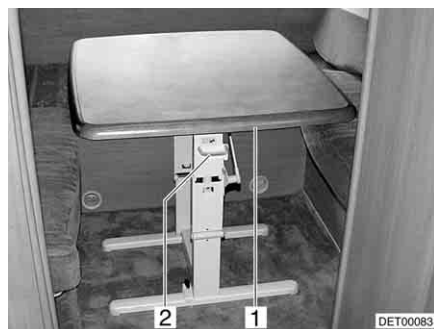

Fig. 34 Tavolo orientabile della dinette a U
- Spingere la maniglia (Fig. 34,2) verso l'alto.
- Ruotare il piano del tavolo (Fig. 34,1) formando un arco verso il basso finché la maniglia non si innesta.